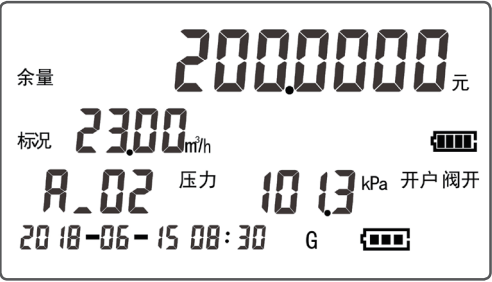

图 11
i. 开户后，第四屏界面如图 11 所示，分别显示剩余金额、标况流量、通信地址、时间以及电池等信息。当开户后“开户”显示。